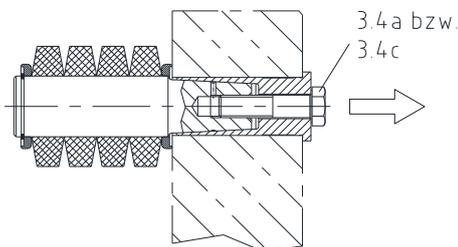

Bild 21: Demontage der Sechskantschraube
- Demontieren Sie die Schraube (Bild 21; Bauteil 3.4a oder 3.4c). Anschließend reinigen Sie die Gewindebohrung und das Gewinde der Schraube.